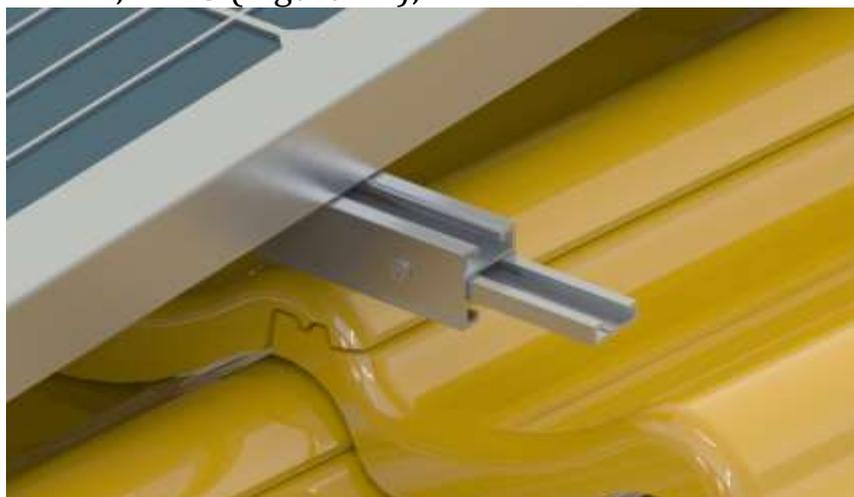

Figura 17 – Emenda Perfil Alumínio
4.3 - Emendar o perfil de alumínio com a emenda p/perfil alumínio TF 007 e parafuso A.B PH 4,2 x 13 (Figura 17);